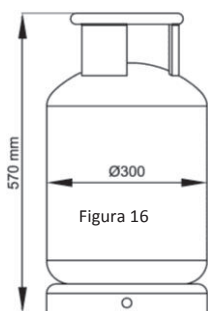
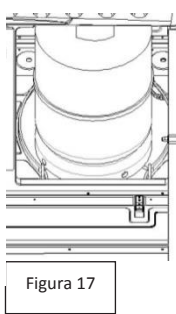

Figura 16
Figura 17
- Las dimensiones de la bombona de gas deben ser como se muestra en la figura 16.
- Primero coloque la parte inferior de la bombona de gas, como se indica en la figura 16 y después coloque la parte superior (figura 17).